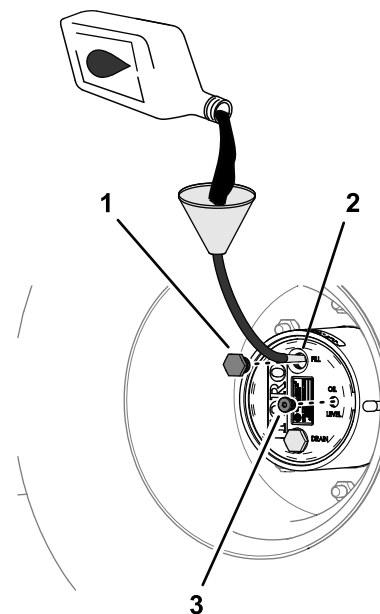

Рисунок 85
(Рисунок 85); см. раздел **Характеристики масла в планетарной передаче** (страница 74).
6. Поставьте пробку заливного отверстия и пробку контрольного отверстия на свои места (Рисунок 85).
- Через заливное отверстие медленно долейте трансмиссионное масло указанного типа; см. Рисунок 85 в разделе Проверка масла в планетарной передаче \(страница 74\).
- Установите на место пробку заливного отверстия и пробку контрольного отверстия, см. Рисунок 85 в разделе Проверка масла в планетарной передаче \(страница 74\).